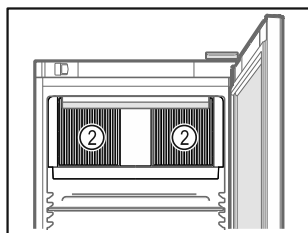

Fig. 57
- Poskrbite, da prezračevalna reža Fig. 57 (2) ventilatorja krožnega zraka v notranjosti ni zakrita.